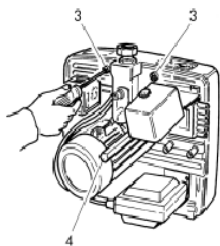

fig.2
- Отвинтите винты **3** и центральный штифт **4** (рис. 2).